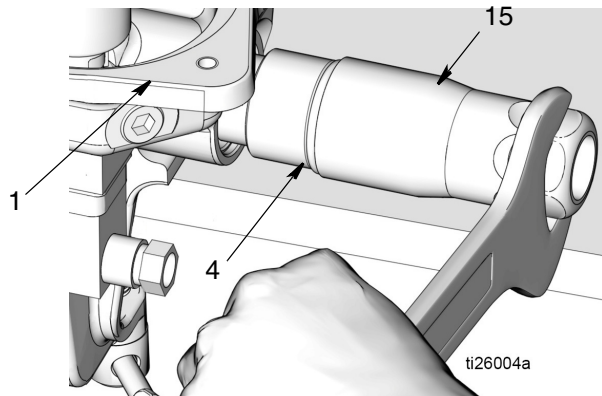

Рис. 25
- e. Для надлежащей утилизации утилизируйте уплотнительные кольца круглого сечения (7, 41) и гайку (5) в соответствии со всеми правовыми нормами.
17. Снимите выпускной обратный клапан (15) с основания насоса (1) (Рис. 25). Извлеките уплотнительное кольцо круглого сечения (4) из выпускного обратного клапана. Для надлежащей утилизации утилизируйте уплотнительное кольцо круглого сечения в соответствии со всеми правовыми нормами.